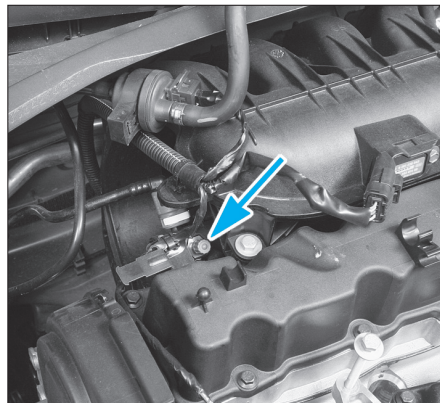

Fig. 46
- A l'aide de l'outil [8], faire chuter la pression d'essence sur la valve Schrader de la rampe à carburant (Fig.46).